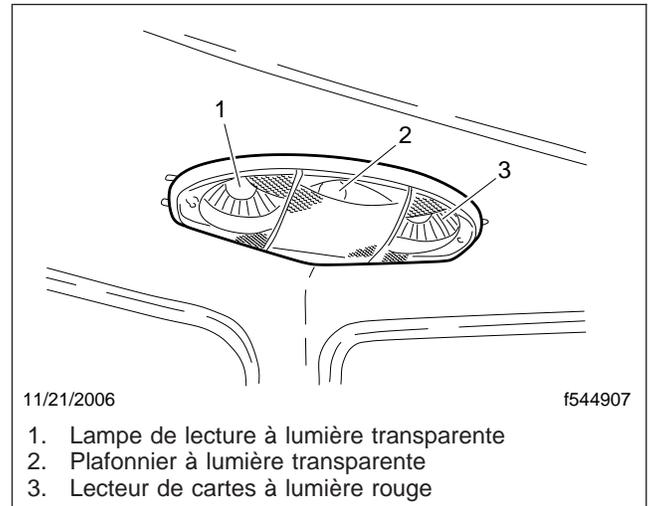

**Fig. 5.11, Interrupteur d'éclairage de l'espace plancher de la cabine**
Les lampes de l'espace plancher peuvent aussi être activées avec l'interrupteur d'éclairage de l'espace plancher, et la clé de contact en position d'accessoires (ACC) ou de marche (ON). Il s'agit d'un interrupteur à enclenchement; appuyez sur sa partie supérieure pour l'activer, et sur sa partie inférieure pour le désactiver. L'éclairage de l'espace plancher augmente en intensité conjointement avec l'éclairage théâtral. Voir la **figure 5.11**.